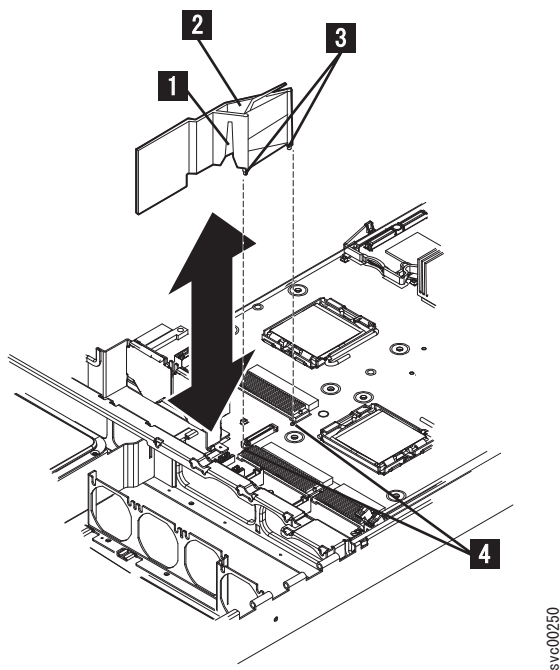

図 228. SAN ポリウム・コントローラー 2145-8G4 のエア・バッフル
6. エア・バッフルの再取り付け **2**。ファン 2 を取り外すと、作業が容易になります。図 228 に示すように、すべてのケーブルが正しく配線されており、ファン・ドアの障害になっていないかを確認します。